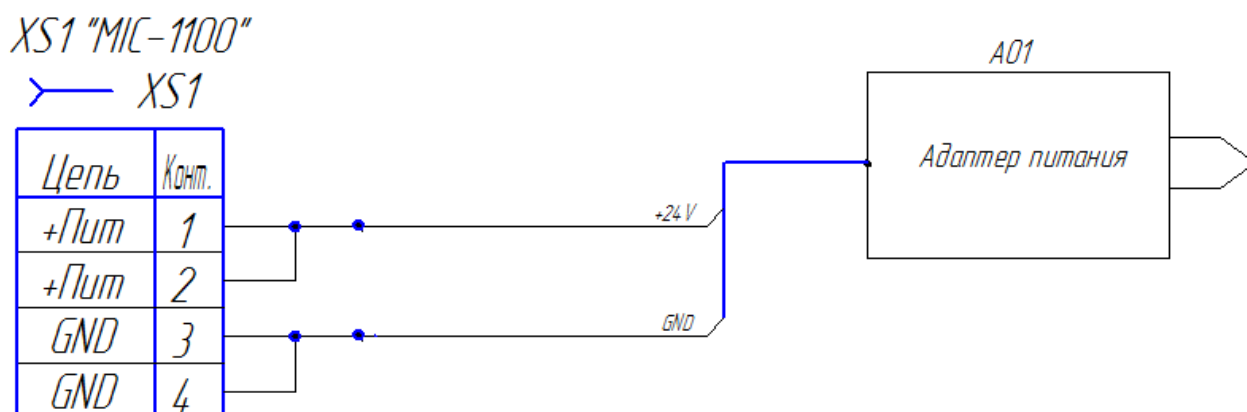

Рис. 3. Разъем электропитания полукомплекта MIC-1100
2. Подключение источников электропитания представлено на Рис. 3.